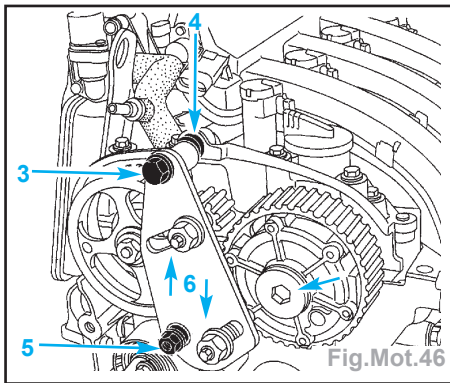

Fig.Mot.46
- la vis supérieure (3) tout en positionnant l'entretoise (4) du **Mot. 1509-01** entre l'outil et le carter chapeau paliers arbres à cames (ne pas bloquer la vis) (Fig.Mot.46),
- l'écrou épaulé (5) du Mot. 1509-01.
- Serrer l'écrou épaulé (5) et la vis (3), puis immobiliser les poulies avec les pignons dentés du Mot. 1509.
- Serrer les écrous (6) à 8 daN.m.
- l'obturateur du déphaseur d'arbre à cames d'admission à l'aide d'une clé six pans de 14 mm (flèche) (Fig.Mot.46),